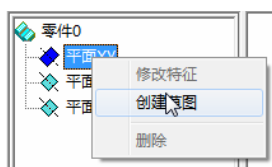

图 8-32 选择草图平面
1) 选择 XY 后，单击“绘制草图”按钮，在特征树下系统自动产生一个草图特征，表示已经处于草图工作状态，如图 8-32 所示。